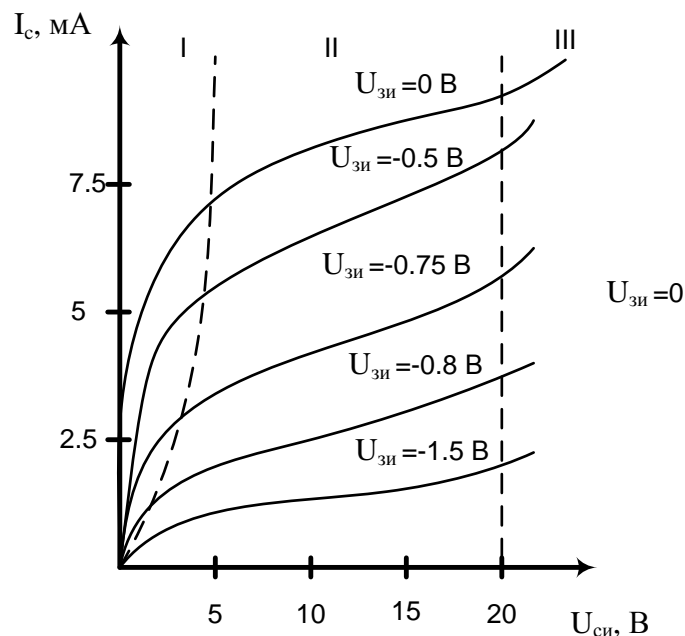

Рисунок 6. Стоковые (выходные) характеристики
- это зависимости $I_c=f(U_{си})$ при $U_{зи}=const$ (рисунок 6).